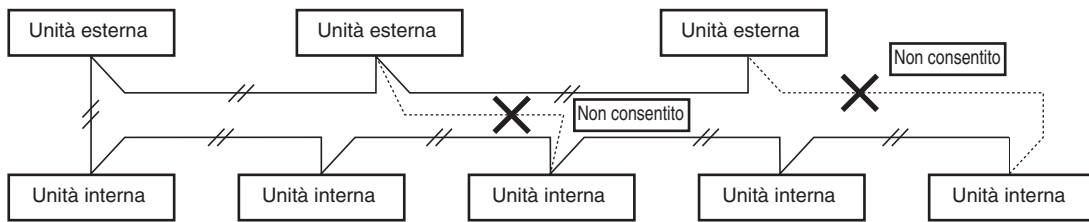

Fig. 4-3
- (2) Non installare i cavi di collegamento inter-unità in modo che formino un circuito chiuso. (Fig. 4-3)